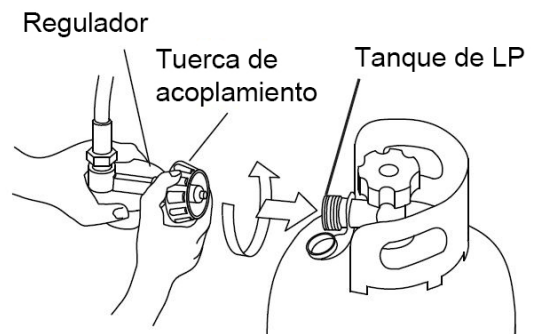

Figura 2
- ¡IMPORTANTE! - Use siempre un tanque de gas propano (LP) que tenga un dispositivo de conexión compatible con la manguera y el conjunto del regulador suministrado.
2. Para conectar el tanque de LP, inserte la unión del extremo del regulador en la válvula del tanque, gire la tuerca de acoplamiento hacia la derecha y apriete firmemente (vea la Figura 2).